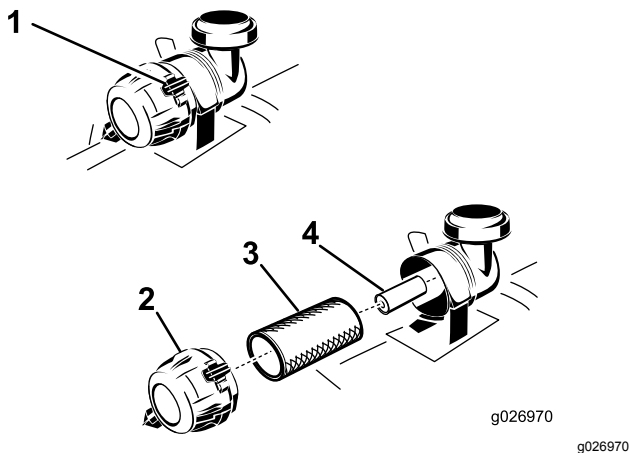

Bild 41
4. Lösen Sie die Halteklammern am Luftfilter und ziehen Sie die Luftfilterabdeckung vom Luftfiltergehäuse ab (Bild 41).
6. Schieben Sie den Hauptfilter vorsichtig aus dem Luftfiltergehäuse heraus (Bild 41).
2. Wenn Sie den inneren Filter auswechseln, schieben Sie ihn vorsichtig in das Filtergehäuse (Bild 41).
3. Schieben Sie den Hauptfilter vorsichtig auf den Sicherheitsfilter (Bild 41).
4. Setzen Sie die Luftfilterabdeckung auf (Entlüfterdeckel nach unten) und drehen sie so, dass die Halteklemmen in der Abdeckung einrasten (Bild 41).